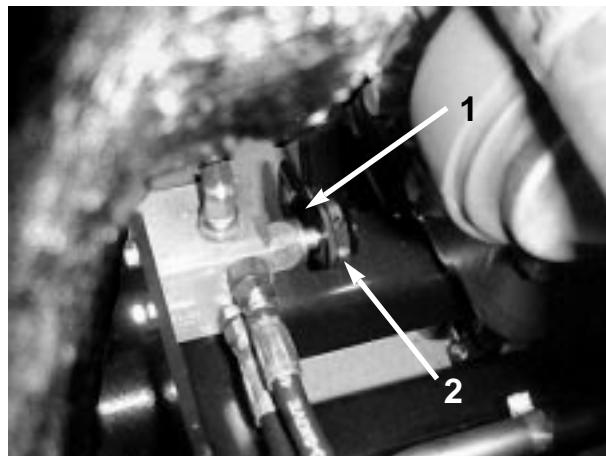

図9
1. 調整バルブはリア・アクスルの前部にある(図9)
2. ノブの固定リングをゆるめる(図9)